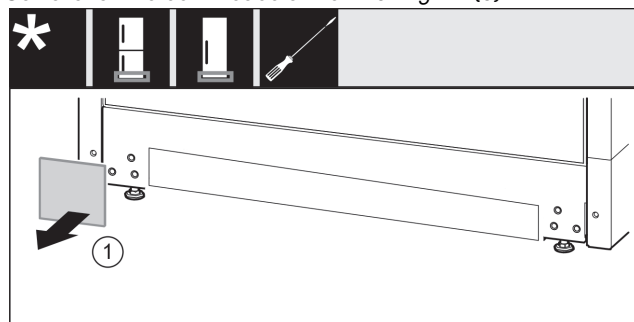

Fig. 15
- Togliere la copertura. Fig. 15 (1)